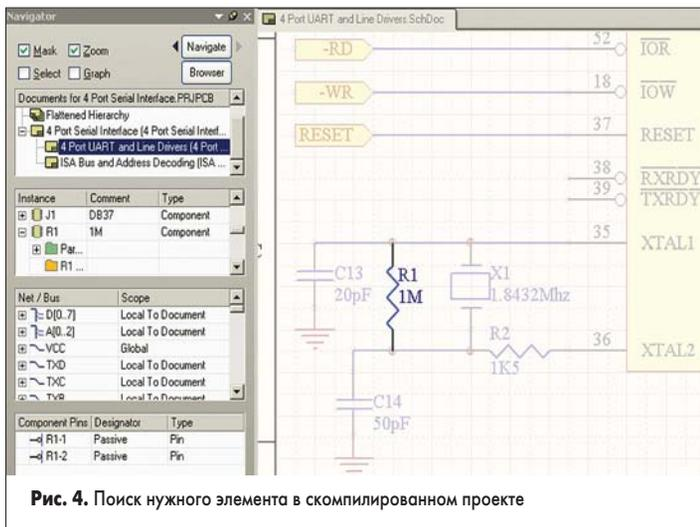

Рис. 4. Поиск нужного элемента в скомпилированном проекте
10. С помощью линейки прокрутки пролистываем список компонентов во втором поле и щелчком левой кнопкой мыши на компоненте R1. Редактор схем переключится в режим оптимального отображения данного резистора, а в самом нижнем поле панели Navigator появится список его выводов (рис. 4).